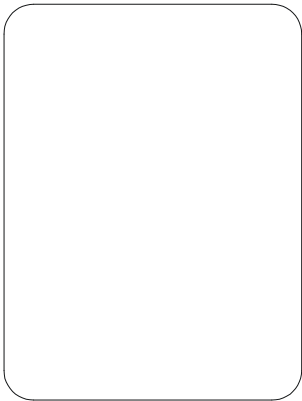

图 3-1-1
STEP 01 用 RECTANG 命令绘制压板外轮廓，如图 3-1-1 所示，其操作步骤如下：